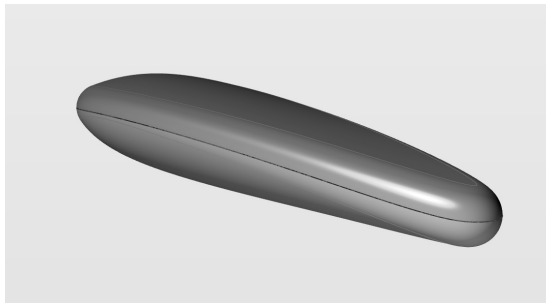

图 3-122 利用分模线修剪模型
4) 激活“修剪”工具，使用提取的“轮廓”曲线修剪曲面，可在分模线位置将模型分为上下两个部分（以颜色区分），如图 3-122 所示。具体操作方法参见【练习 (4.4.5_3)】。